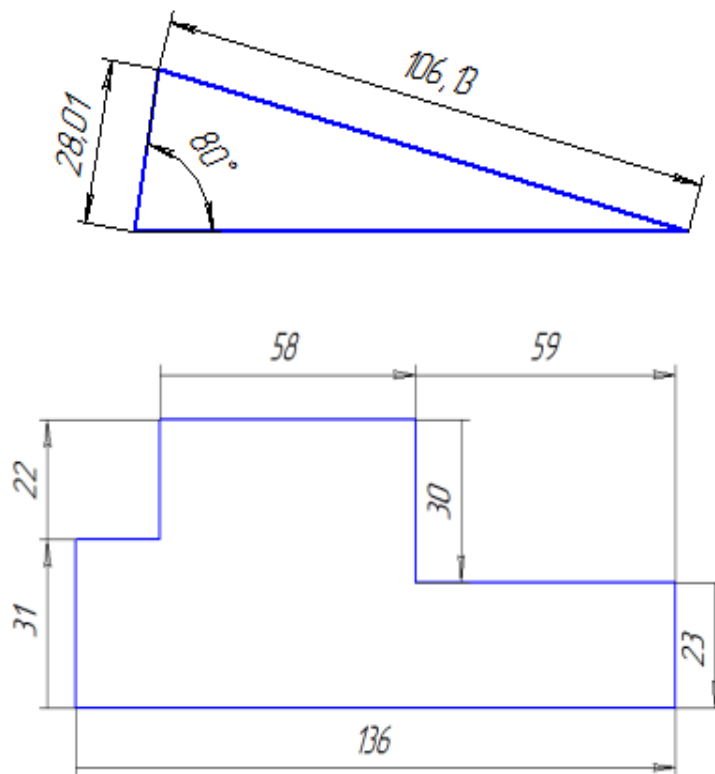

Рис. 18.2
Построение многоугольников по образцу и расстановка необходимых размеров (рис. 18.2)
- Постройте **многоугольник** с помощью команды ввода отрезка, используя размеры, указанные на рис. 18.2.